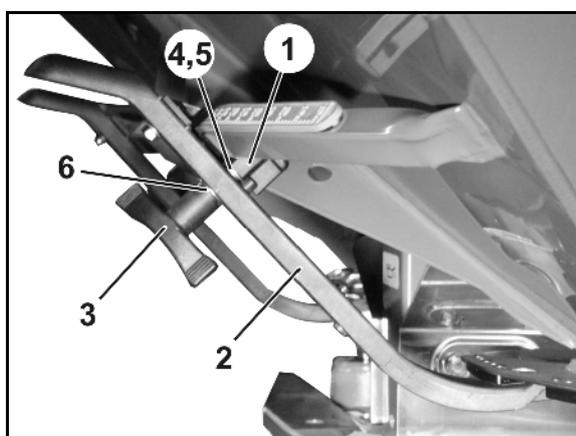

Fig. 66
6. Montar el dispositivo de sujeción (Fig. 66/1) de la palanca reguladora (Fig. 66/2) del siguiente modo:
- 6.1 Soltar la tuerca de mariposa (Fig. 66/3).
- 6.2 Desenroscar el tornillo e intercambiar la posición de ambas arandelas (Fig. 66/4) de atrás (Fig. 66/5) hacia adelante (Fig. 66/6).